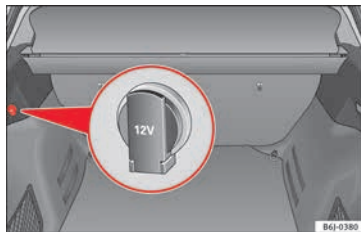

Abb. 155 Ausschnitt aus der Seitenverkleidung des Gepäckraums: 12-Volt-Steckdose.
- Die Abdeckkappe der Steckdose anheben » Abb. 155.